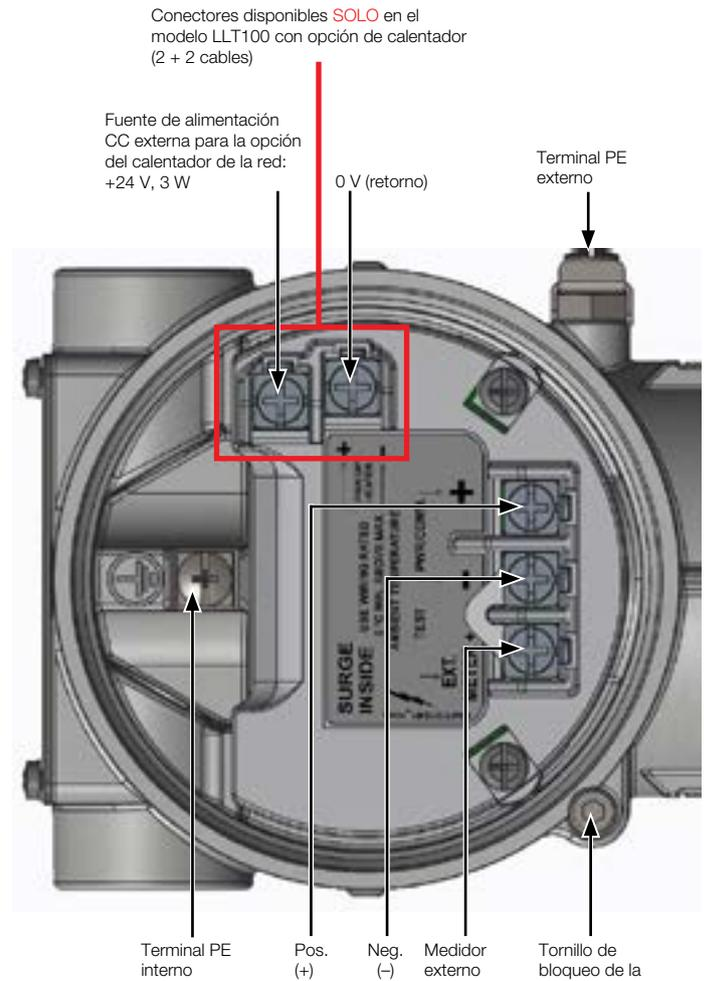

Figura 5 Compartimento del terminal de LLT100 (parte trasera de la unidad LLT100, sin tapa)
Ambas caras del alojamiento de los componentes electrónicos tienen un tornillo de bloqueo M4 (tornillo con cabeza hueca hexagonal) en la parte inferior (véase Figura 5).
Los terminales de protección con conexión a tierra (PE) están disponibles dentro y fuera del alojamiento del instrumento (véase Figura 5 en la página 9). Estos terminales están conectados eléctricamente.